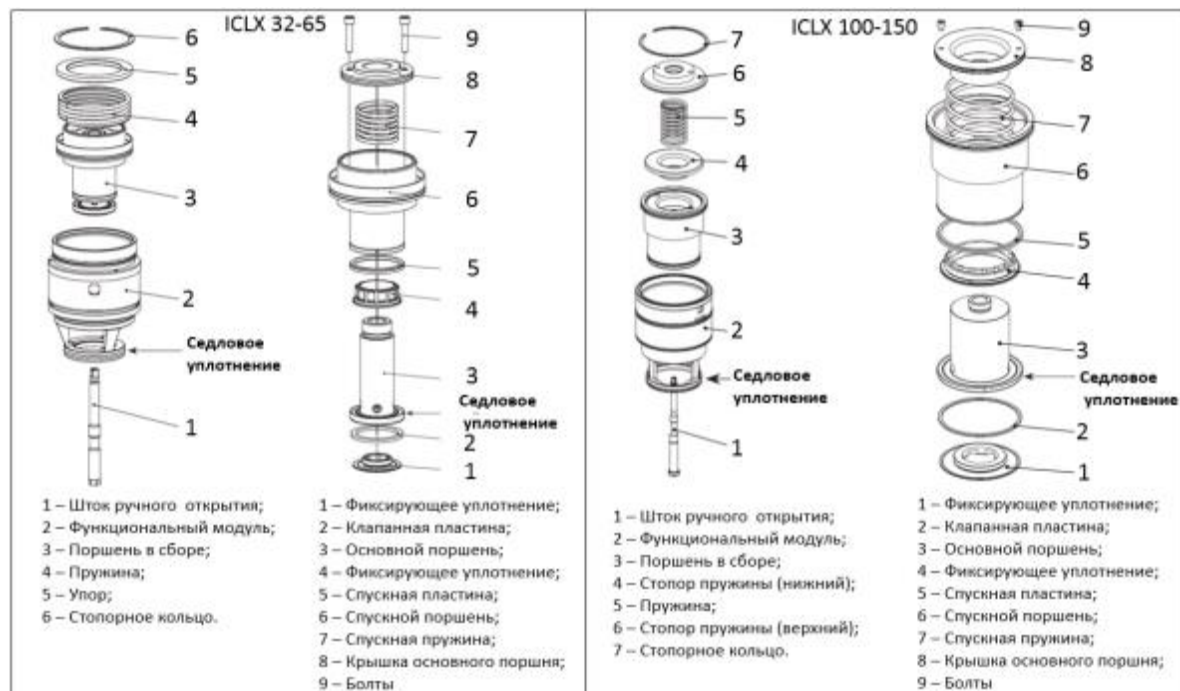
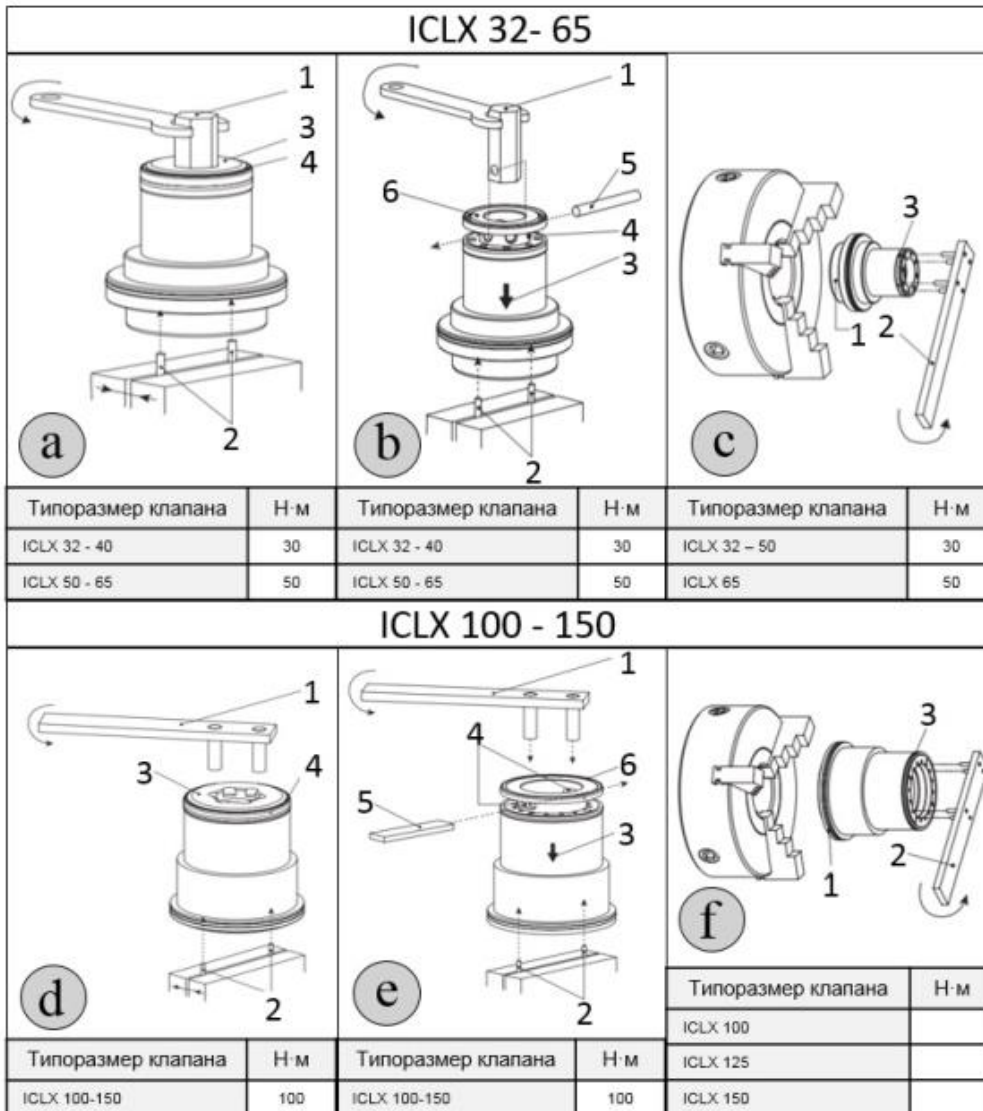

Рис. 4 Функциональный модуль клапана ICLX 32 - 150
Рис. 5 Функциональный модуль клапана ICLX 32 - 150
- Функциональный модуль и поршень в сборе могут быть разобраны в соответствии с рисунком 4. Будьте осторожны при снятии стопорного кольца (рис. 4, поз. 6), т.к оно будет подвергаться воздействию усилия сжатой пружины (рис. 4, поз. 4).
Можно заменить две клапанные пластины из PTFE (рис. 4, поз. 2 и 5) согласно рисунку 5 и следующим указаниям:
Для клапанов типа ICLX 32 – 40 соответствующим инструментом служит пустотелый шестигранник, устанавливаемый на наружный (охватываемый) шестигранник (рис.5а)
Для обеспечения стопора при отвинчивании фиксирующего уплотнения рекомендуется установить два закрепленных в тисках стальных шплинта (рис. 5а и 5d, поз. 2), которые подходят для охватывающих шестигранных отверстий под болты с шестигранной головкой (рис. 4, поз. 9).
Для разборки последнего фиксирующего уплотнения рекомендуется использование оправки с трехточечным упругим креплением, чтобы предотвратить деформацию поверхностей (рис. 5с и 5f). Осторожно закрепите поверхность (поз.1) спускового поршня на оправке. Зафиксируйте оправку во избежание ее вращения и отвинтите фиксирующее уплотнение предназначенным для этого инструментом (поз.2).
- Для клапанов ICLX 32 – 65. Заменить два болта (рис. 4, поз. 9), при этом функциональный модуль остается в корпусе клапана.
- Для клапанов ICLX 100 – 150. Снять стопорное кольцо, верхний стопор пружины, пружину и нижний стопор пружины (рис. 6). Заменить два болта (рис. 4, поз. 9), при этом функциональный модуль остается в корпусе клапана.